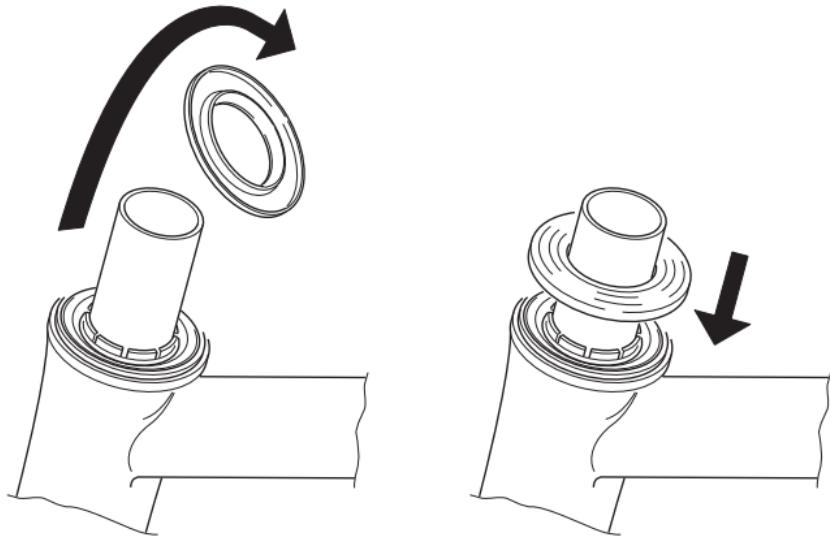

Fig. 8
GB • After having installed the upper cone race (K), remove the cone cover, turn it right side up and place it over upper headset cup as illustrated on figure 8.
D • Nachdem der obere Konus in die richtige Stellung gebracht wurde, den Konusdeckel abnehmen, ihn umdrehen und wie in Abb. 8 dargestellt in seiner normalen Arbeitsposition montieren.
F • Une fois que le cône supérieur est en place, enlever son couvercle et le remonter sur le pivot de la fourche dans sa position de fonctionnement normale, comme le montre la figure 8.
NL • Na de bovenste cup gemonteerd te hebben, verwijdert u de kogellager cover, draai hem om en plaats hem over de bovenste balhoofdcup, zoals afgebeeld is in fig. 8.